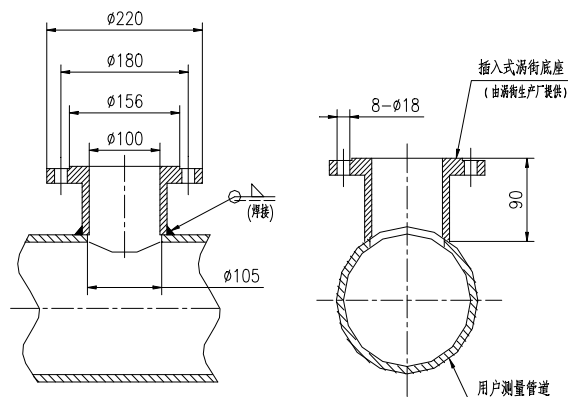

图 4
2、在被测介质管道上开一个  $\Phi 105$  的孔，将安装座从传感器上拆下来（其它勿拆动），然后焊接在管道开孔位置上，注意保证安装座法兰平面以及两对称固定孔与管道中心线平行且安装座中心线与管道中心线相交成  $90^\circ$ ，见图 4